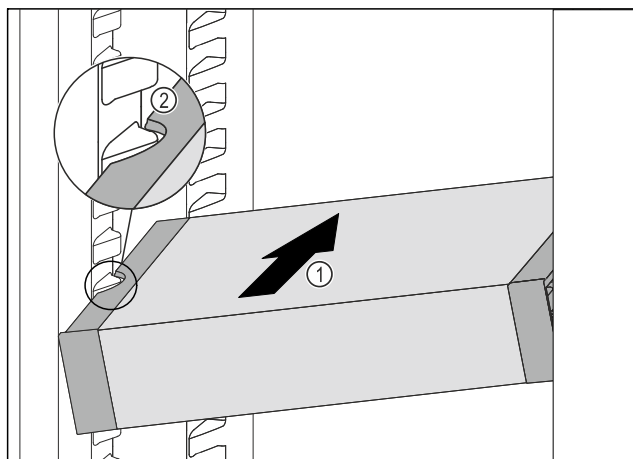

Fig. 109
- VarioSafe gurajte koso u hladnjak Fig. 109 (1) sve dok se bočni otvori Fig. 109 (2) ladice VarioSafe ne nađu na visini žlijeba spremnika u hladnjaku.